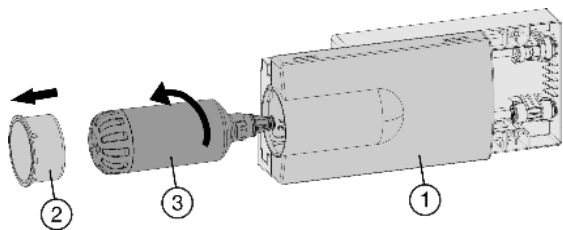

Fig. 8
- ▶ Si nécessaire, retirer le tiroir Fig. 8 (1).
- ▶ Enlever le couvercle du filtre Fig. 8 (2).
- ▶ Tourner le filtre à eau Fig. 8 (3) d'env. 100 ° vers la gauche puis le retirer.